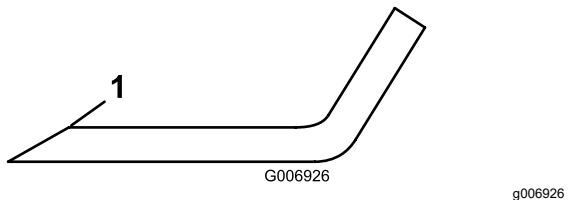

**Figura 101**
- Examine cuidadosamente los extremos de corte de la cuchilla, sobre todo en el punto de reunión entre la parte plana y la parte curva de la cuchilla (Figura 101).
- Si se aprecia desgaste (Figura 101), cambie la cuchilla; consulte Mantenimiento del plano de la cuchilla (página 73).
**Si se permite que la cuchilla se desgaste, se formará una hendidura entre la vela y la parte plana de la cuchilla (Figura 101). Con el tiempo, una parte de la cuchilla puede desprenderse y ser arrojada desde debajo de la plataforma, por lo es posible que le provoque lesiones graves a usted o a otra persona.**